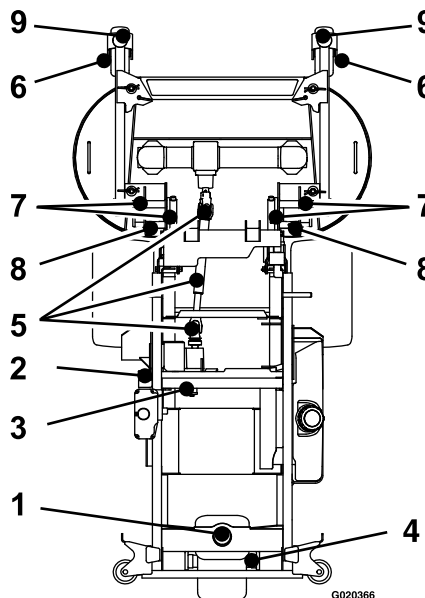

Рисунок 30
5. Смажьте рычаг натяжного ролика ремня насоса (Рисунок 30).